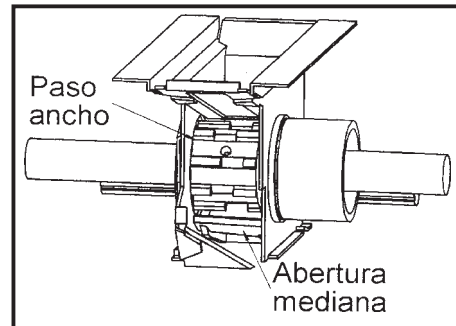

fig. 7
- Paso ancho, dentado al tresbolillo, para semillas normales y grandes (figs. 7 y 8).